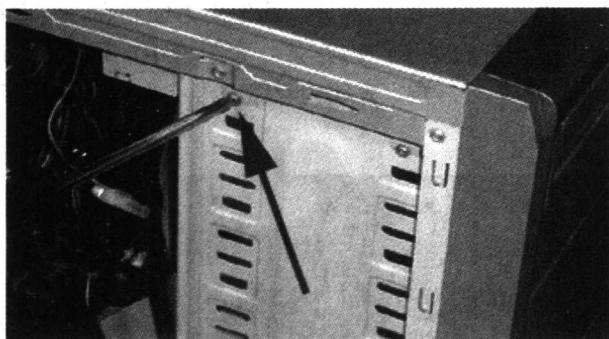

图 1-12 安装光驱
1) 从机箱的面板上取下一个 5in 槽口的塑料挡板，如图 1-12 所示，用来装光驱。为了便于散热，应该尽量把光驱安装在最上面的位置。先把机箱面板的挡板去掉，然后把光驱从前面放进去。